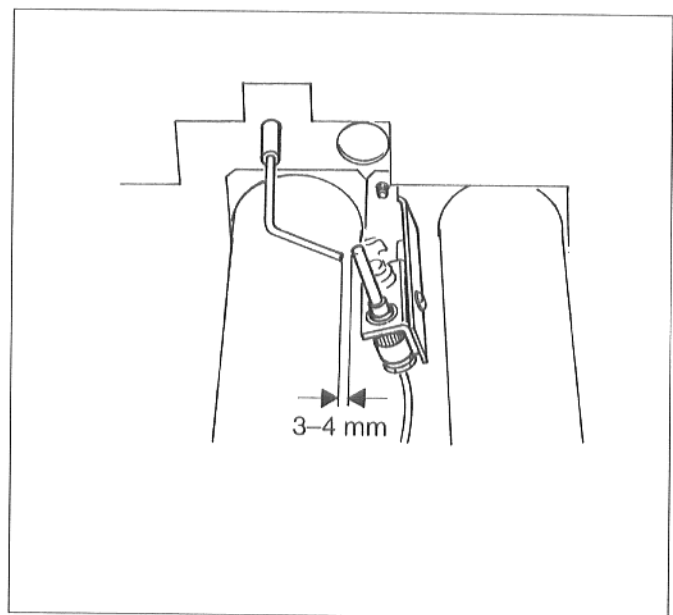

Fig. 38
- Contrôler la distance entre le thermocouple et l'électrode d'allumage (voir fig. 38).